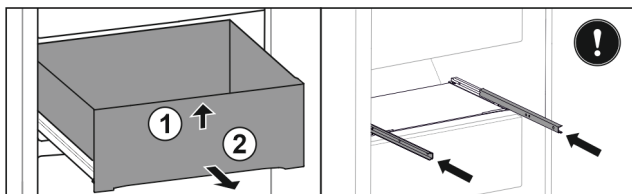

Fig. 36 \*
- ▶ Schuiflade aan de voorkant optillen Fig. 36 (1).\*
- ▶ Er naar voren toe uitnemen Fig. 36 (2).\*